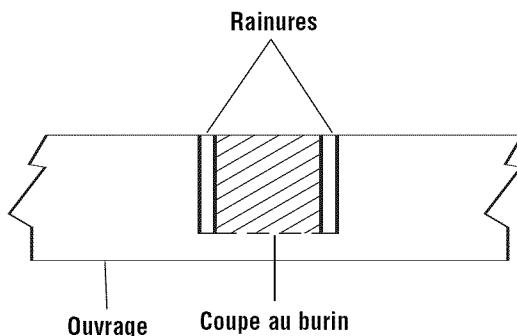

Figure 33a. Rainure coupée grossièrement
- Utilisez un burin à bois ou effectuez des passes multiples faisant glisser le bois pour enlever le matériau entre les rainures extérieures (Figure 33a).